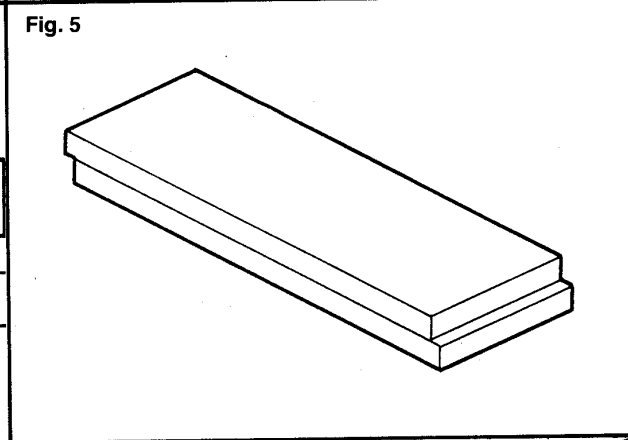

Fig. 5
1. Select the pieces to be joined. Hold together and check to be sure they are perfectly flat (Fig. 5).
1. Choisir les pièces à joindre. Tenir ensemble et vérifier qu'elles soient absolument horizontales (Fig. 5).